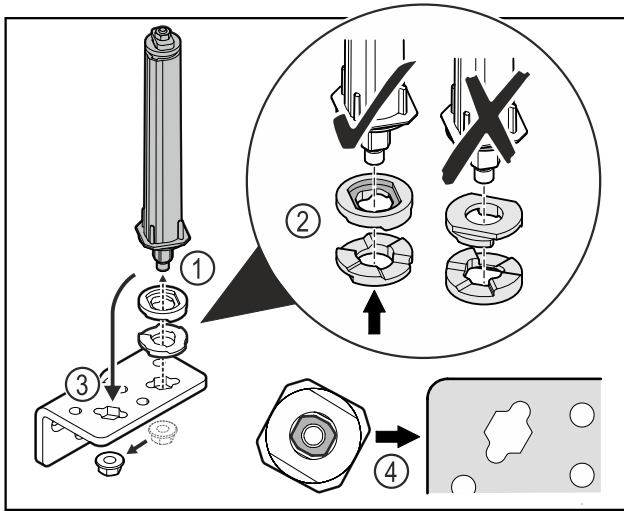

Fig. 51
- ▶ Löysää mutteri ja irrota oven lukitusjärjestelmä Fig. 51 (1).
- ▶ Huomioi korkeudensäätölaattojen oikea kohdistus Fig. 51 (2).
- ▶ Aseta oven sulkuyksikkö saranakulmassa toiseen paikkaan ja kiinnitä mutterilla Fig. 51 (3).
- ▶ Huomioi oven sulkuyksikön oikea kohdistus paikalleen asettamisen yhteydessä Fig. 51 (4).